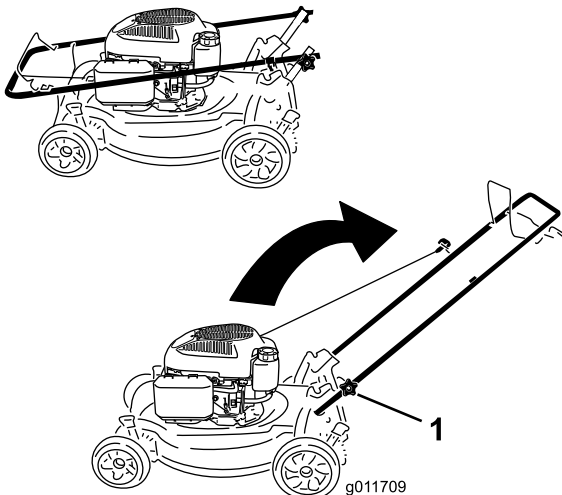

Bild 3
1. Lösen Sie die Griffhandräder (Bild 3).
1. Griffhandrad (2)
3. Ziehen Sie die Griffhandräder mit der Hand fest (Bild 3).